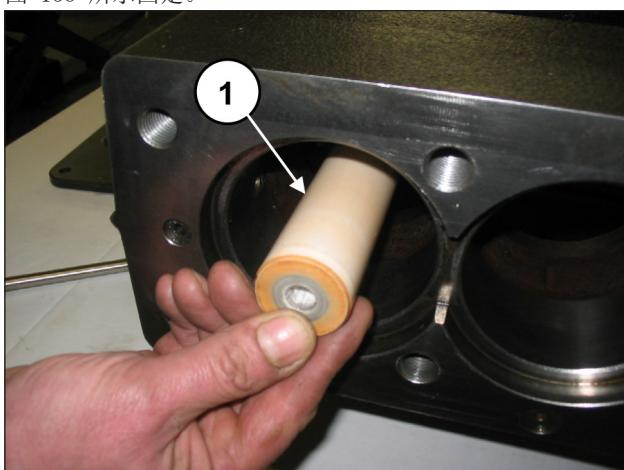
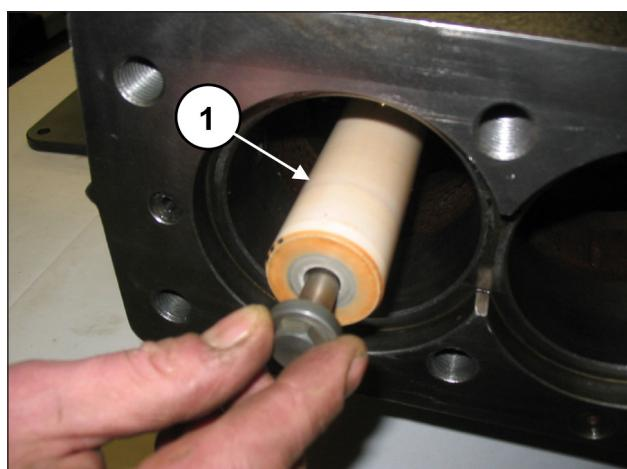

图 157
图 158
将柱塞安装在相应的导承上(①, 图 157)并如①, 图 158 所示固定。